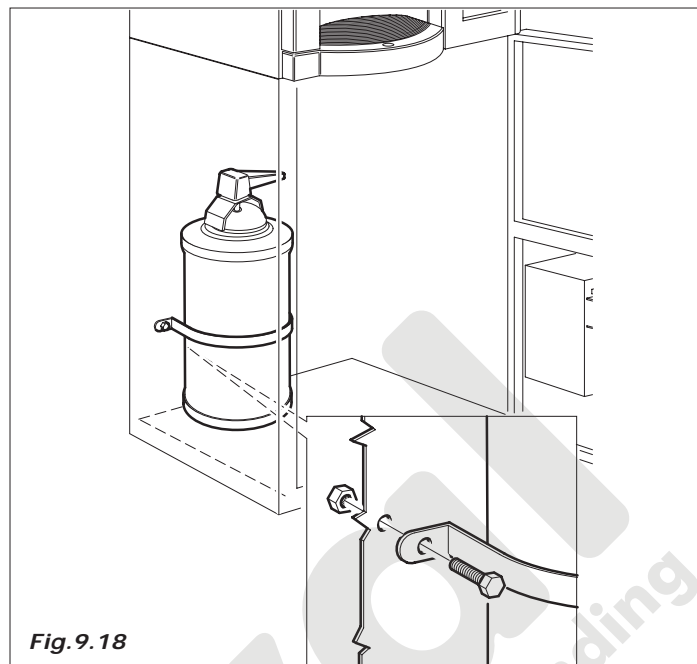

Fig.9.18
- Montar y fijar el filtro descalcificador en la pared posterior del mueble base (Fig. 9.18).